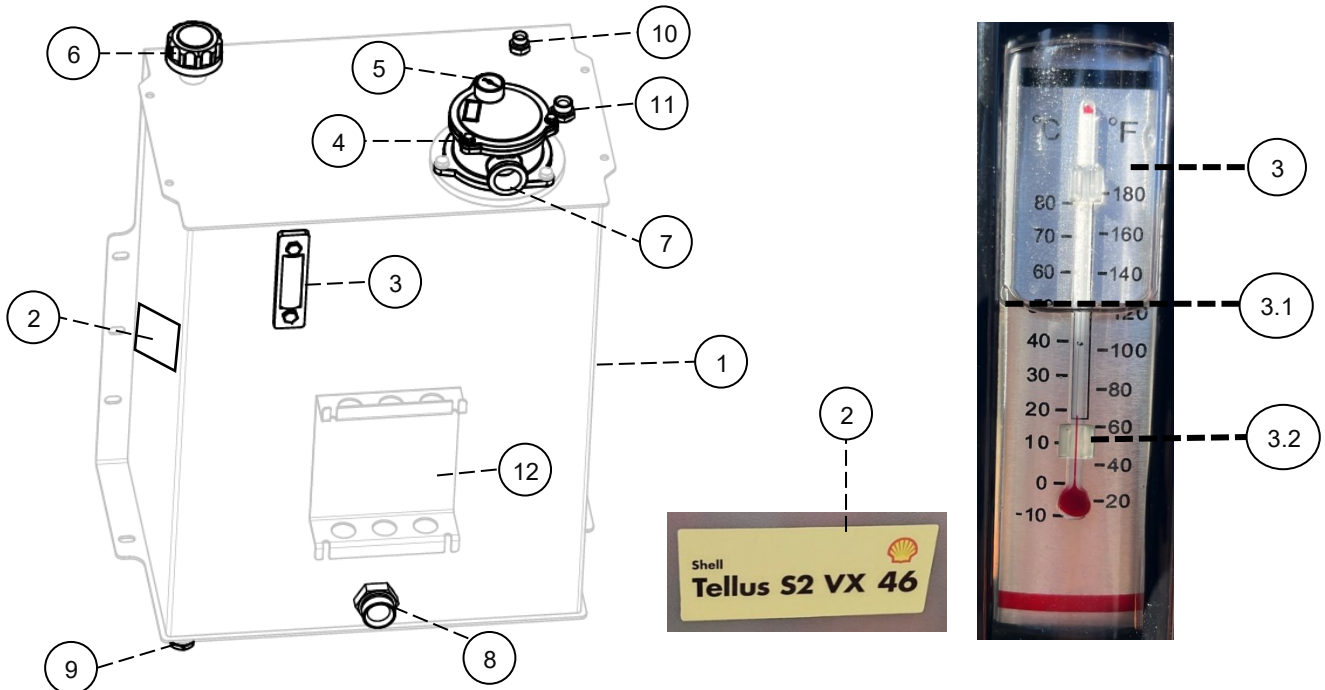

Bild.36
**Oljenivån** ska vara i mitten (3.1) utav nivåglaset (3) – se Bild.36. Vid påfyllning av olja måste man rengöra ytorna runt påfyllningen för att förhindra att smuts och skräp kommer in i tanken.
**Oljetemp**, termometer (3.2) är inbyggd i nivåglas (3) – se Bild.36. Det är viktig att kontrollera oljetemperatur. Oljetemperaturen (3.2) kan läsas på en skala från -10°C till +80°C. Oljetemperaturen bör EJ överskrida 80 C°. Vid högre oljetemperatur, stäng traktors PTO och vänta tills oljetemperaturen sjunker till 40–50°C.